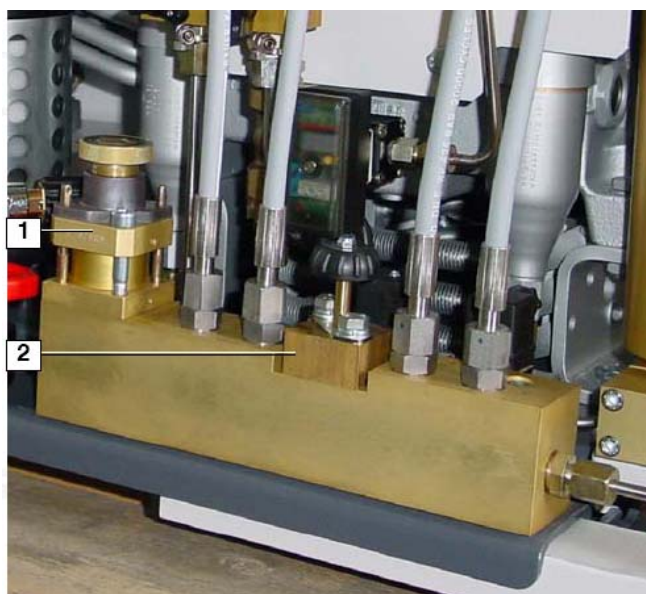

Рис.18. Устройство переключения давления
- Поверните ventиль **2** (Рис.18) против часовой стрелки до упора
- Поверните ventиль **2** (Рис.18) по часовой стрелке до упора
Нажмите кнопку **(f)** снова. На дисплее отразится остаток времени до сервисного обслуживания «**A**» (500 часов или ежегодно), (рис.18).